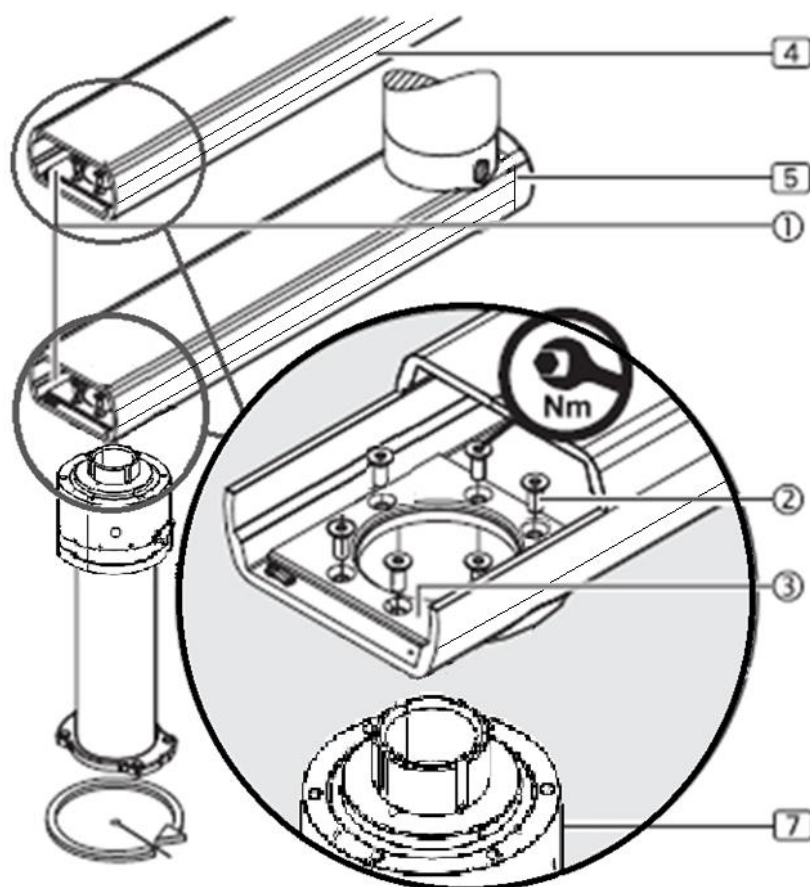

Fig. 17 Assemblage du tube de descente sur les bras NON motorisés
- Vérifiez l'alignement horizontal des bras d'extension. Placez le niveau à bulle numérique perpendiculairement à la direction du bras (près de la bride (3)). Faites tourner le bras de 90 degrés dans différentes directions et vérifiez l'alignement horizontal. Voir la figure 17.